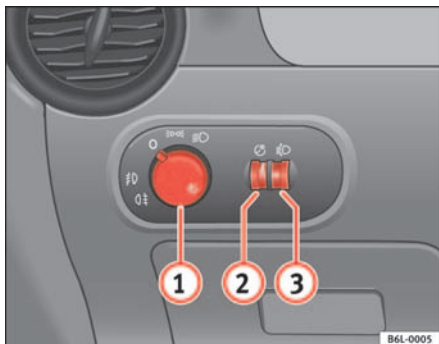

Fig. 56 Detalle del tablero de instrumentos: mando de las luces, faros antiniebla y luz trasera antiniebla
- Gire el mando de las luces  $\Rightarrow$  fig. 56 hasta la posición  $\Rightarrow$ .